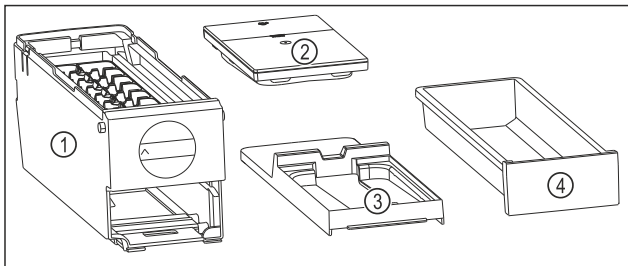

Fig. 93 Súčasti EasyTwist-Ice
- ▷ EasyTwist-Ice je rozložený na štyri časti. (pozri Fig. 93)
- ▶ Rozložte EasyTwist-Ice len na tie súčasti, ktoré sú na obrázku. (pozri Fig. 93)
- ▶ Korpus EasyTwist-Ice Fig. 93 (1) vyčistite ako celok.